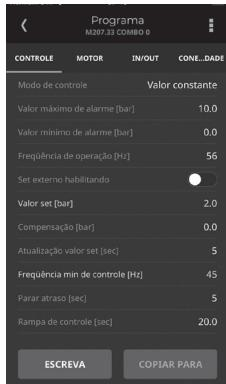

Figura 19 - Tela Frequência min de controle alterado
10. Após o procedimento anterior, aparecerá a tela conforme figura 19. Note que o valor do parâmetro requência min de controle está agora na cor amarela, indicando que o valor foi alterado. Para salvar a alteração pressione a tecla ESCREVA.